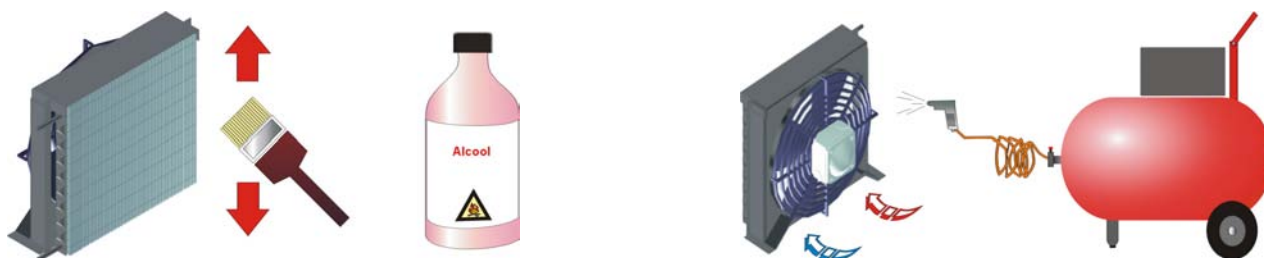

Fig. 6
- Con el ausilio de soplador de aire o brocha seca con cerdas rigidas o con cepillo, eliminar con movimientos verticales (como en la fig. 6) el polvo acumulado sobre las aletas.